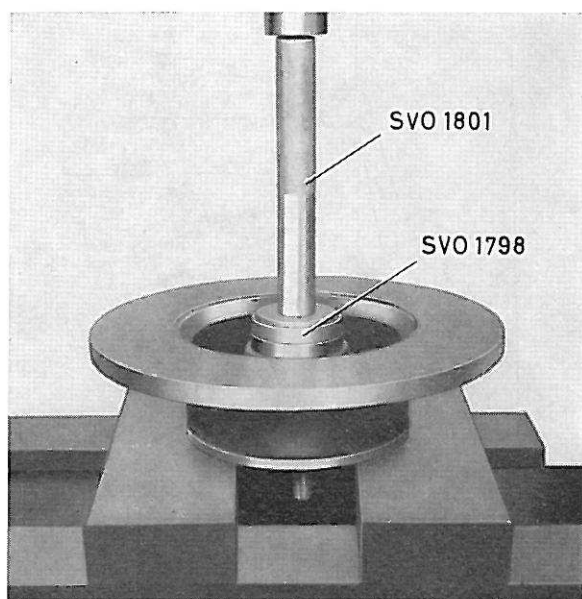

Figure 25. Montage de bague d'étanchéité
3. Remettre le roulement intérieur en place dans le moyeu. Enfoncer le joint d'étanchéité en se servant du mandrin SVO 1798 et de la poignée de base SVO 1801 (figure 25). Lubrifier abondamment le joint de feutre, par exemple avec une huile fluide pour moteur.